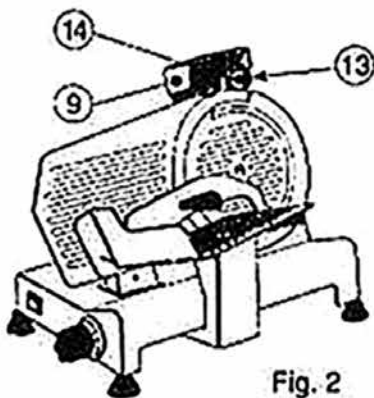

Fig. 2
- 5 Desserrez le bouton de verrouillage (12) sur le groupe d'affûtage.
- 6 Soulevez le groupe d'affûtage en le tournant de 180° de manière à ce que les deux meules soient en position de travail. **Voir Fig. 2**
- 7 Abaissez le groupe de l'affûteur jusqu'à ce qu'il se verrouille. Pendant cette procédure, appuyez sur le bouton (13) pour amener la meule d'affûtage en contact avec le tranchant de la lame.
- 8 Fixez le groupe en tournant le bouton de verrouillage (12).
- 11 Après avoir vérifié la présence de bavures, allumer et appuyer doucement sur le bouton (14) pendant environ 3 secondes pour éliminer les bavures produites lors de l'affûtage (dans ce dernière phase, les deux meules fonctionneront).
- 12 Remettez le bouton cranté (6) en position "O".